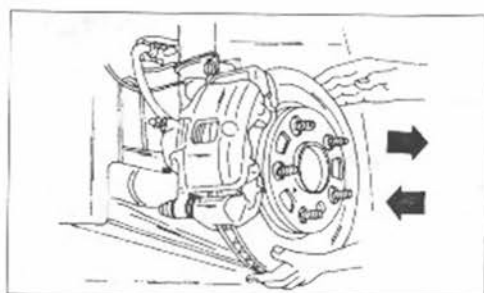

Рис. 14.
- Все детали подвески переднего колеса монтировать согласно описанию в соответствующем разделе. Особое внимание обращать на то, что конец соединительной системы тяг и рычагов стабилизатора поперечной устойчивости должен выступать из верхней части гайки точно на 20,1 мм, как показано на рис. 14.